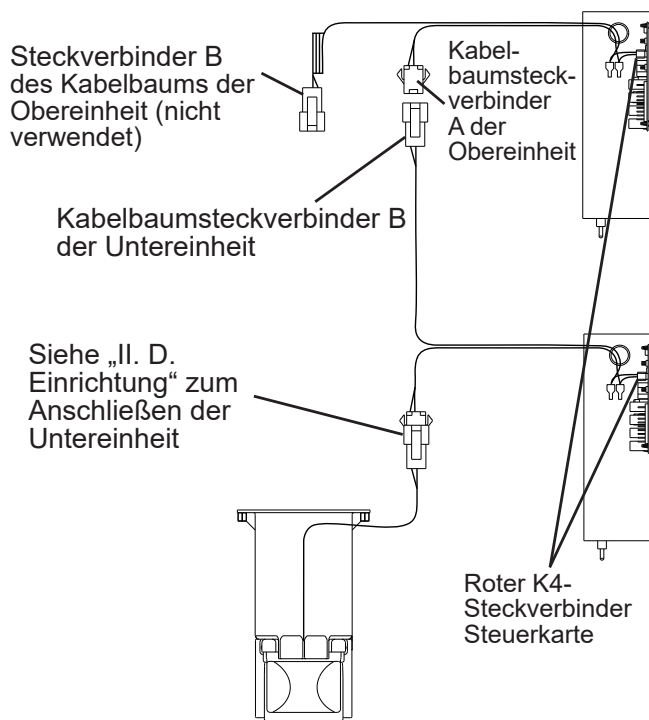

Abb. 6
- 7) Die Behältersteuerkabelhalterung aus der Obereinheit entfernen. Siehe Abb. 6. Die Behältersteuerbaugruppe der Obereinheit an ihrer ursprünglichen Position belassen. Sie wird nicht verwendet.